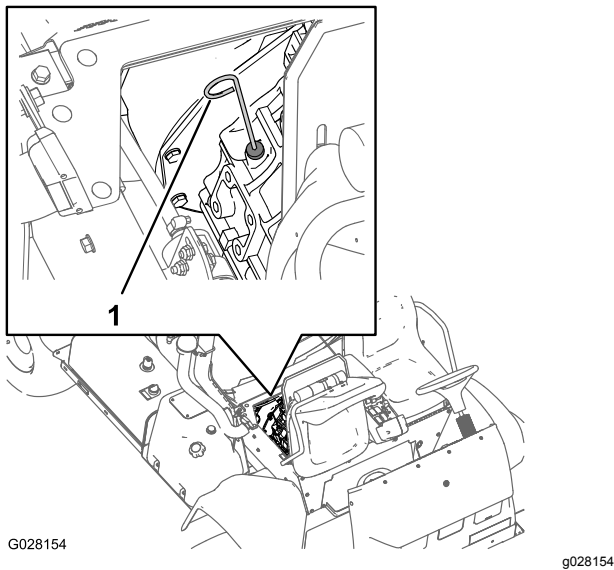

Figura 68
2. Togliete l'asta di livello, situata sotto il sedile passeggero, ed asciugatela con un panno pulito (Figura 68).